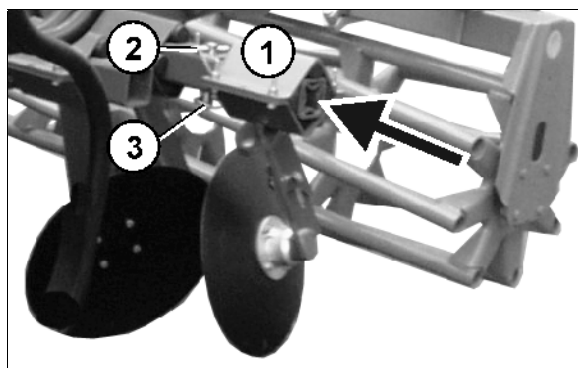

Fig. 35
- Skyv begge kantskålene (Fig. 35/1) helt inn, og fest dem med sikringsbolten (Fig. 35/2) og orepinnen (Fig. 35/3).